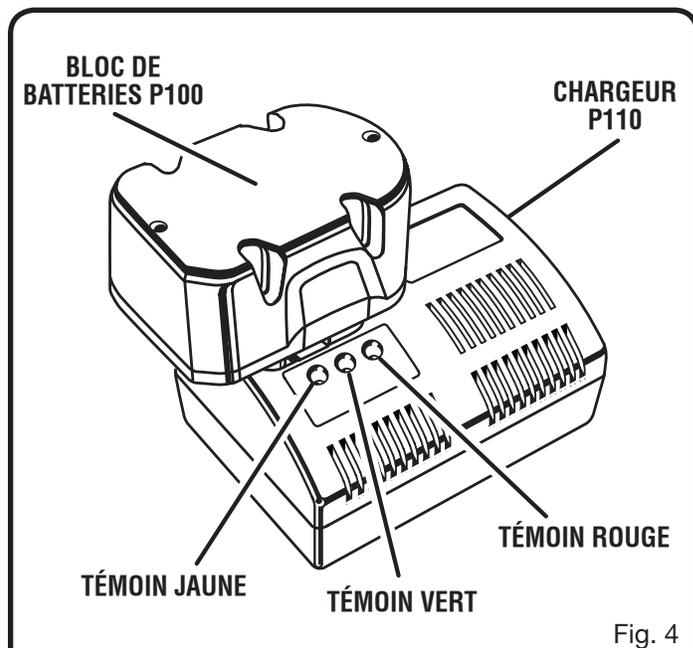

Fig. 4
- Aligner la nervure du bloc de batteries sur la rainure du chargeur et insérer le bloc dans le chargeur. Voir la figure 4.